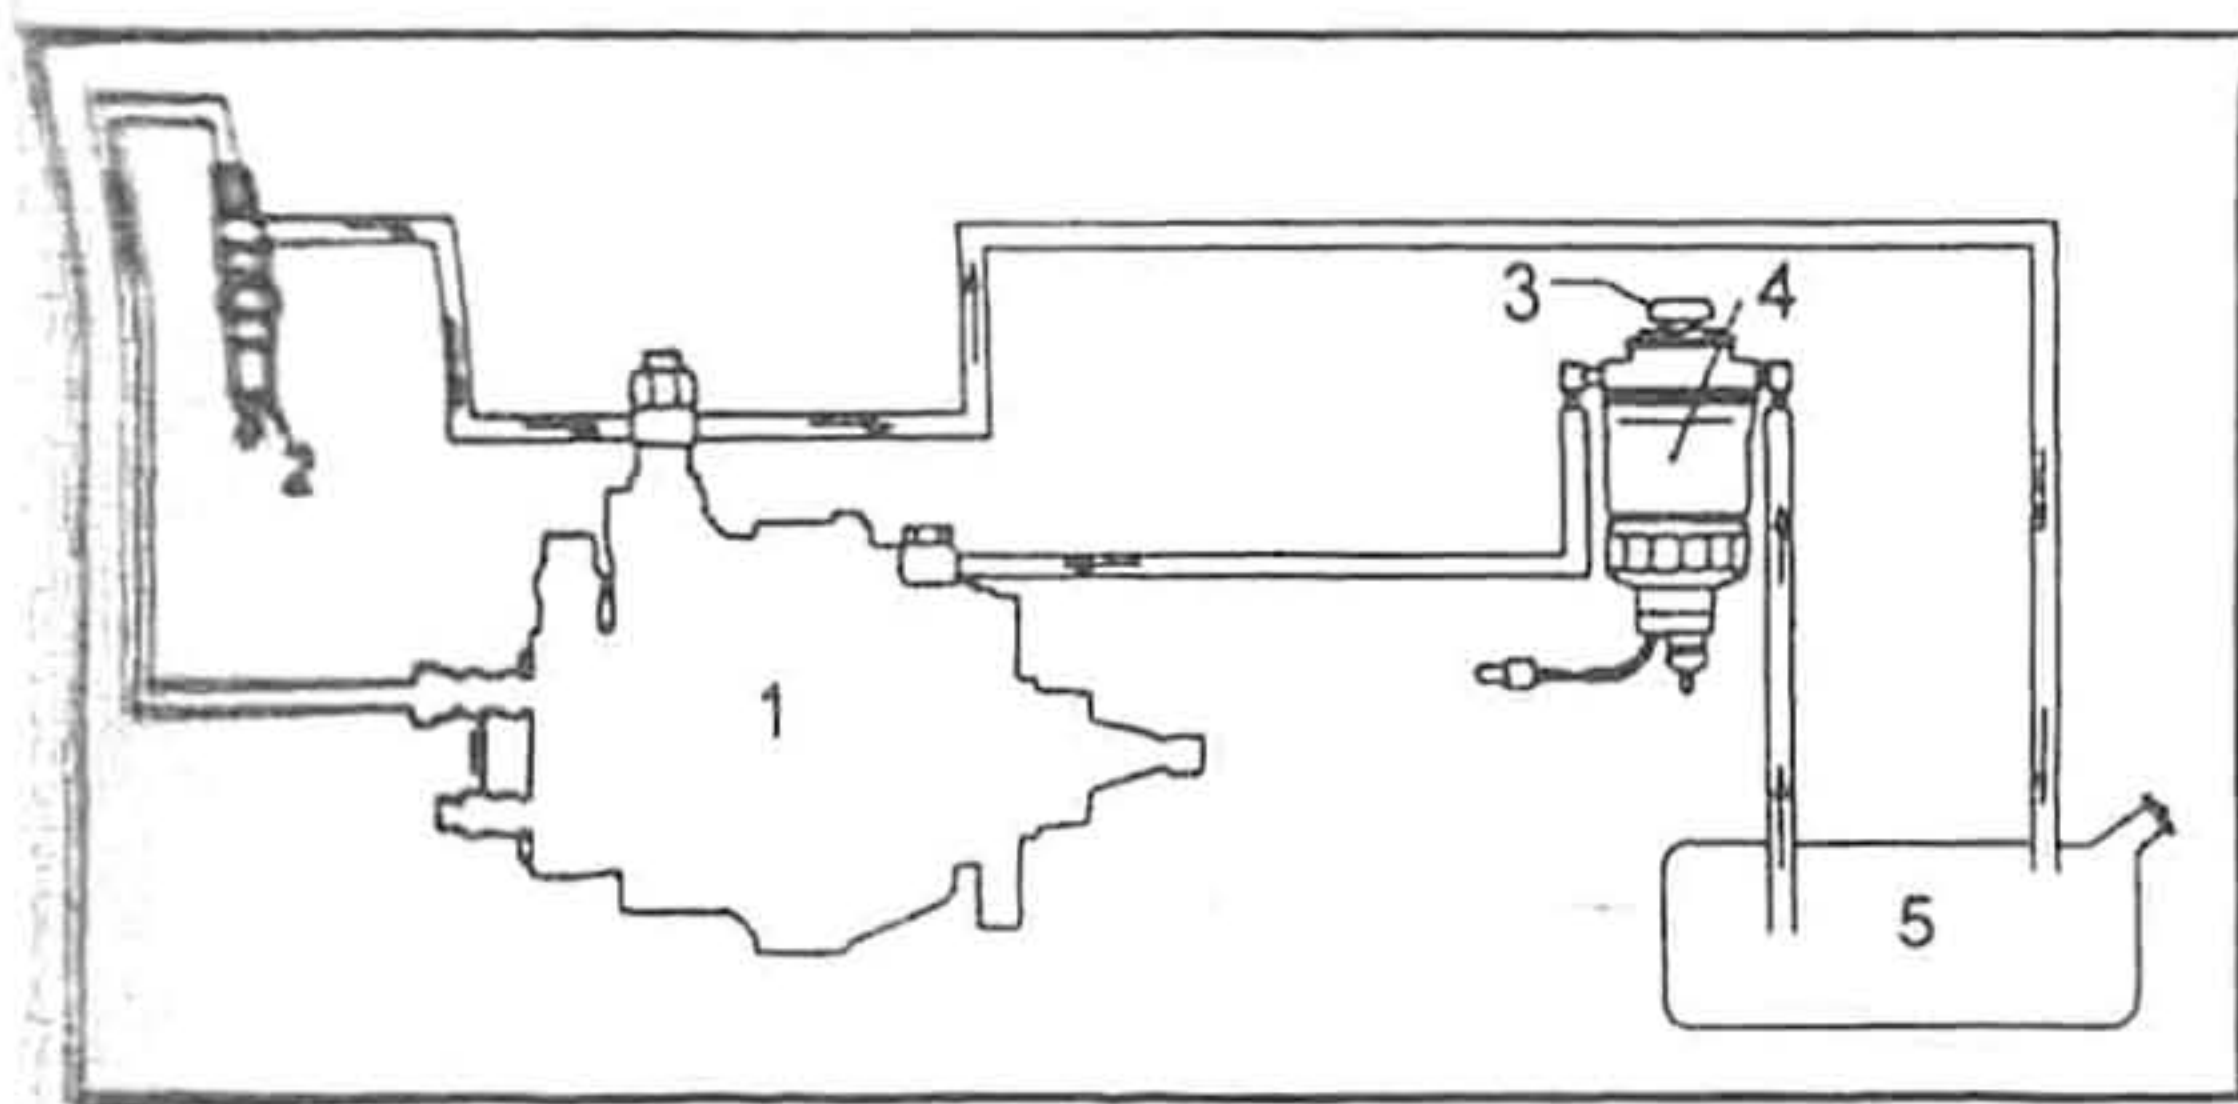

Рис. 219 1. Топливный насос высокого давления. 2. Форсунка. 3. Насос ручной подкачки. 4. Топливный фильтр. 5. Топливный бак.
1. Обычная система соединения элементов, используемая на всех типах двигателя (рис. 219).